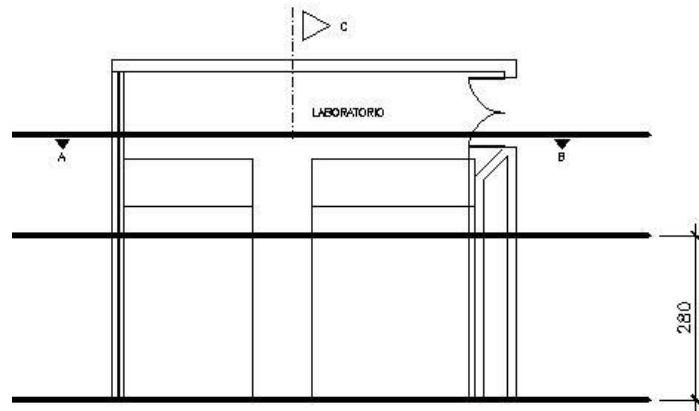

Figura 31 – Corte
8. De um duplo clique em cada linha onde passa o corte AB, conforme figura 31. O objetivo desse procedimento é marcar os limites para construção do corte.